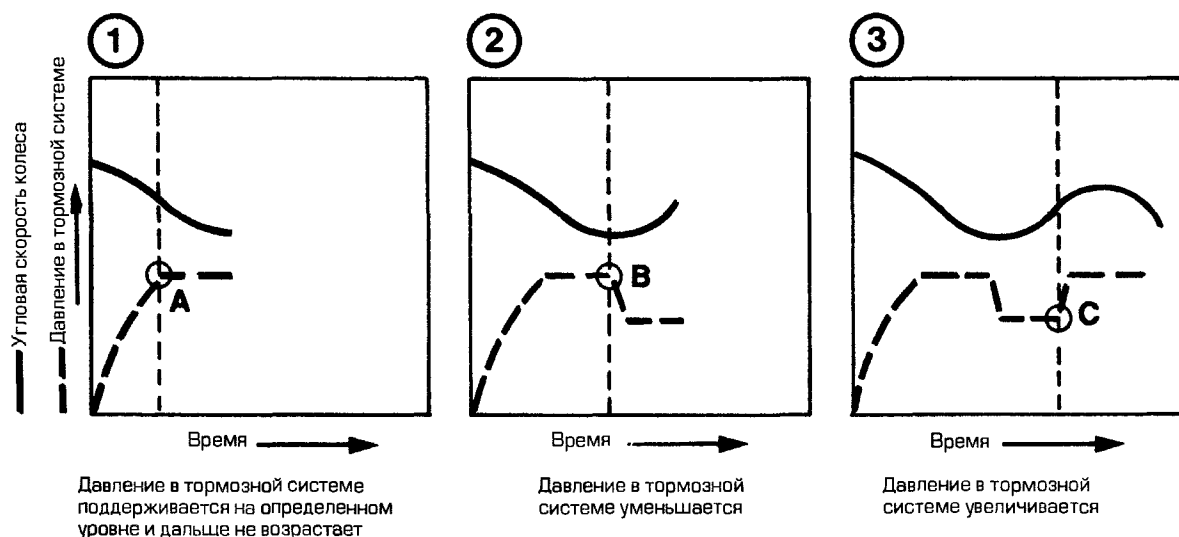

Рис. 14.2. Угловая скорость колес и давление в тормозной системе при работе АБС
На рис. 14.2 представлена графическая интерпретация этого процесса. В начале торможения (1) датчик угловой скорости показывает быстрое замедление колеса. Блок электронного управления ограничивает давление в тормозной системе. Если угловая скорость колеса продолжает уменьшаться, давление в тормозном цилиндре уменьшается (2). Когда угловая скорость колеса увеличится до некоторого предела, давление в тормозном цилиндре вновь возрастает (3).